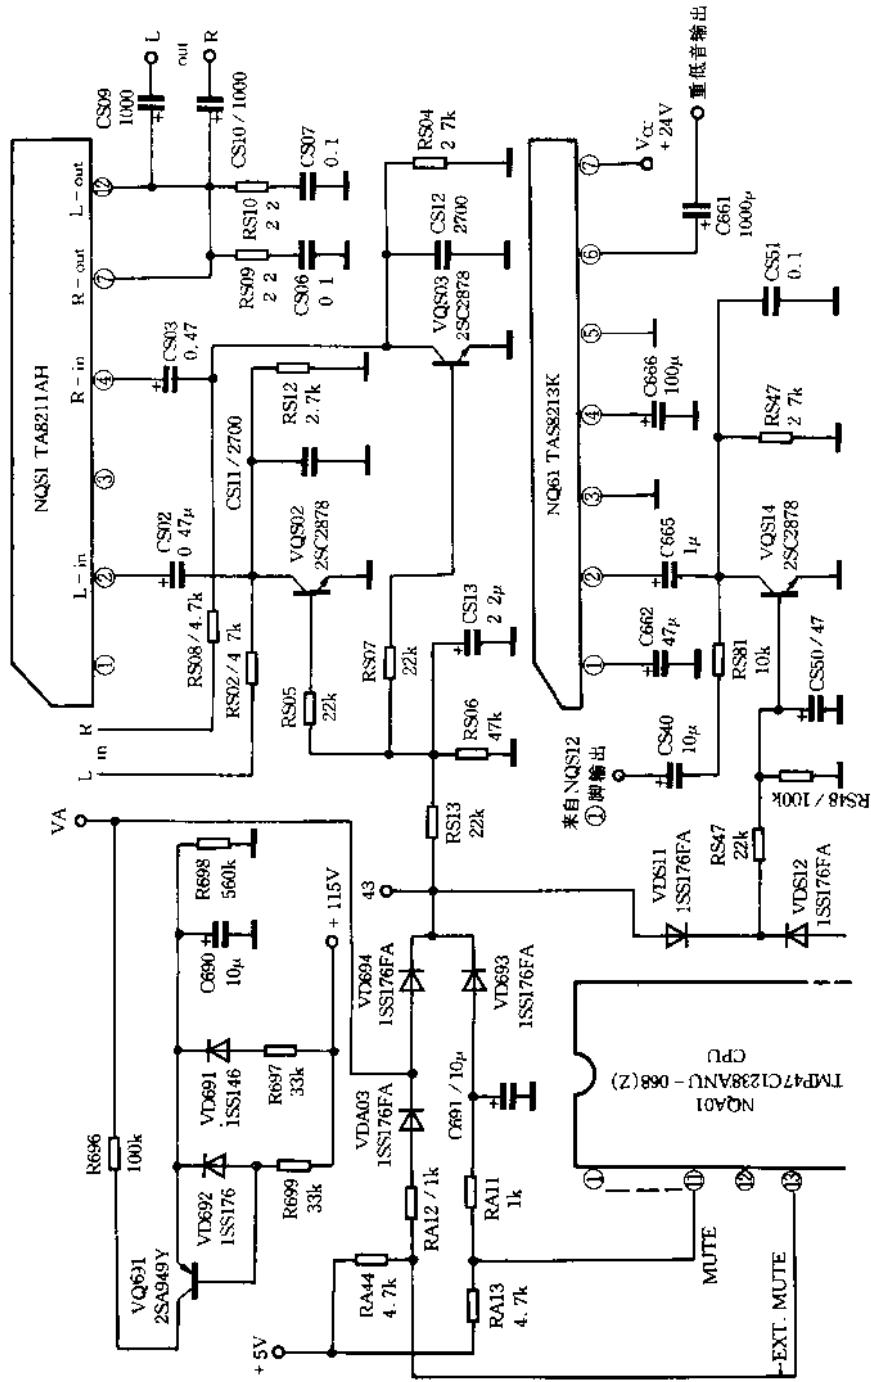

图 1-1-4 伴音输出与伴音控制电路
**故障原因分析、检测和排除方法** 该机伴音电路如图 1-1-4 所示。左右主声道功放由 NQS1 担任，输出  $2 \times 7W$  的音频功率。“低音炮”电路由 NQ61 和 NQS12 担任，输出 10W 重低音供“火箭炮”扬声器。音量由 CPU⑪和⑬脚控制 CPU⑪脚输出静音信号，经 RA11、VD693 到达 RS13，⑬脚输出解除静音信号，经 RA12、VDA03、VD694 也到达 RS13。然后一路经过 RS05 控制 VQS02 的导通程度，起到分流伴音功放电路 NQS1②脚的 L 声道输入信号的作用；另一路经过 RS07 控制 VQS03 的导通程度，分流 NQS1④脚的 R 声道输入信号，从而实现了左、右声道音量的控制。RS13 左端的伴音控制信号经过 VDS11、RS47 控制 VQS14 的导通程度，分流低音炮功放 NQ61②脚的输入信号，从而实现重低音功放音量的控制。而 RS13 左端还受以 VQ691 为中心的钳位电路的控制。正常工作时，VQ691 c 极电压在 8V 以下(<8V)，经 R696 对音量控制信号进行钳位。